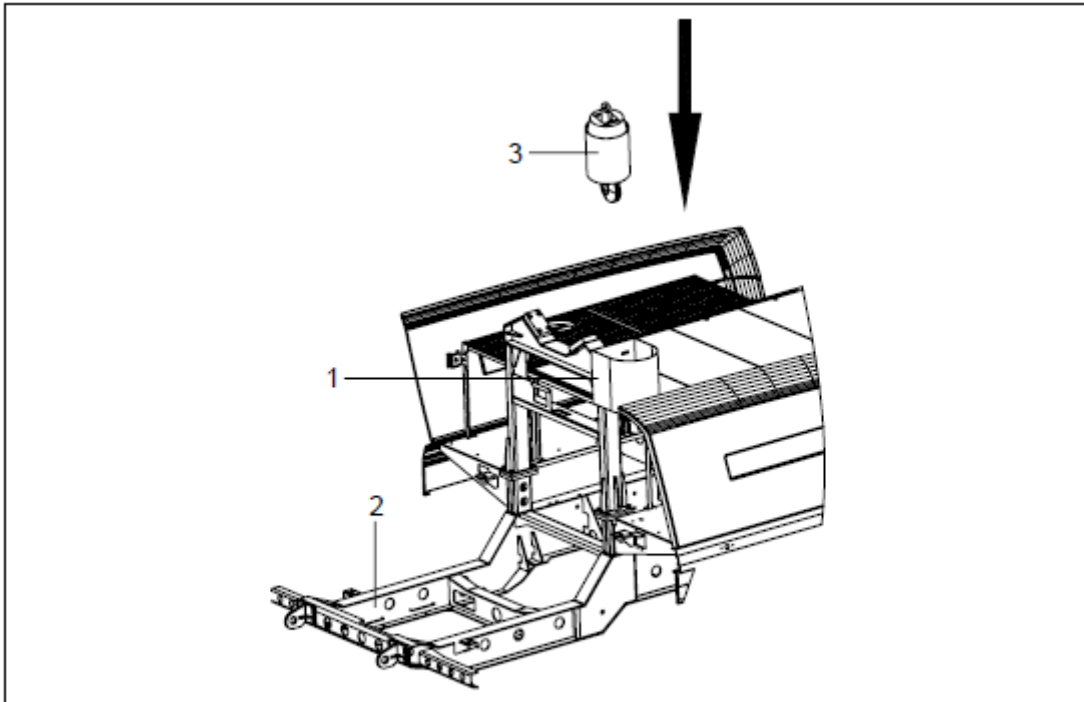

Fig.4-3.58
2) Como mostrado na Fig.4-3.58, retraia o cabo de aço através da alavanca de comando e corrija-o para a borda da caixa de cauda plataforma giratória;
3) Retorne o gancho auxiliar em seu tambor na direção mostrada na Fig.4-3.58.